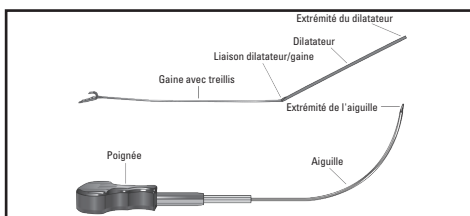

Figure 1. Dispositif de pose TV Conservia et treillis (dispositif de pose TV Conservia et treillis non illustrés)
La conception du système transvaginal (TV) Conservia™ et du système transvaginal (TV) Fit Conservia permet à l'opérateur d'utiliser une approche percutanée au moyen d'une technique transvaginale. Voir la figure 1 pour une description des composants du système.